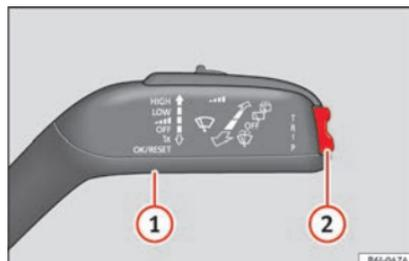

Fig. 25
Manejo mediante la palanca del limpiaparabrisas »» fig. 25.
- 1 Pulse para marcar y confirmar »» fig. 25
- 2 Pulse hacia arriba o hacia abajo para consultar submenú »» fig. 25